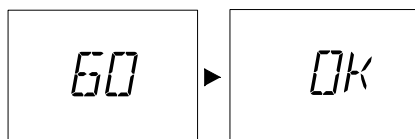

Figura 5.53 Remoto settaggio tempo.
- 4 Per modificare il SET programmato agire sui pulsanti o e aspettare che il numero programmato cominci a lampeggiare (**Figura 5.53**). Ogni passo incrementato o decrementato corrisponde a 1 secondi.